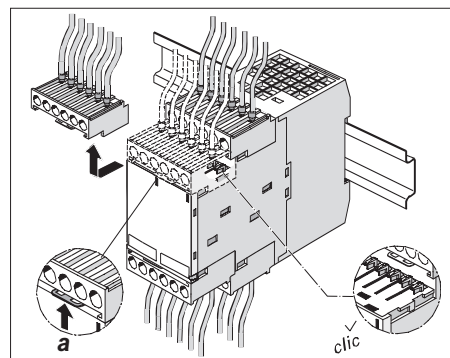

Fig. 2: Rimozione e inserimento dei morsetti di collegamento codificati
▶ Per rimuovere i morsetti di collegamento codificati spingere via la molla di arresto **a** e tirare in avanti il morsetto (vedere Fig. 2).